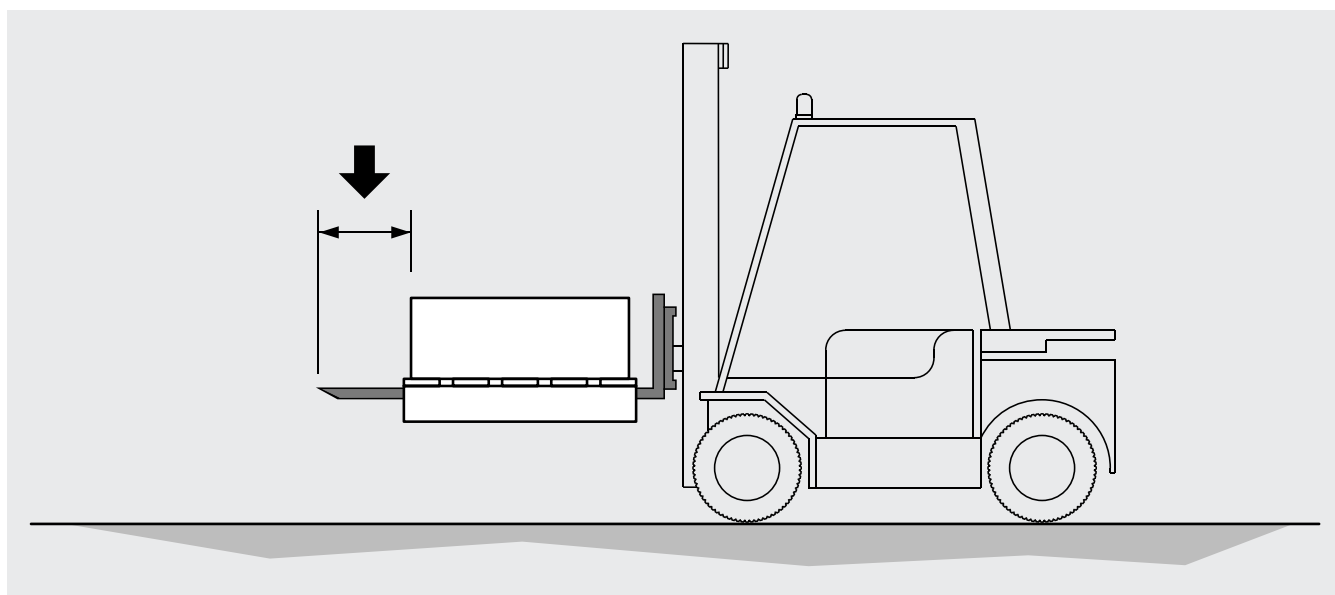

Figura 3
- 5.2 Per la movimentazione con un carrello elevatore, le staffe di sollevamento devono avere lunghezza superiore alla profondità dell'imballaggio e/o del modello. Si veda la Figura 3